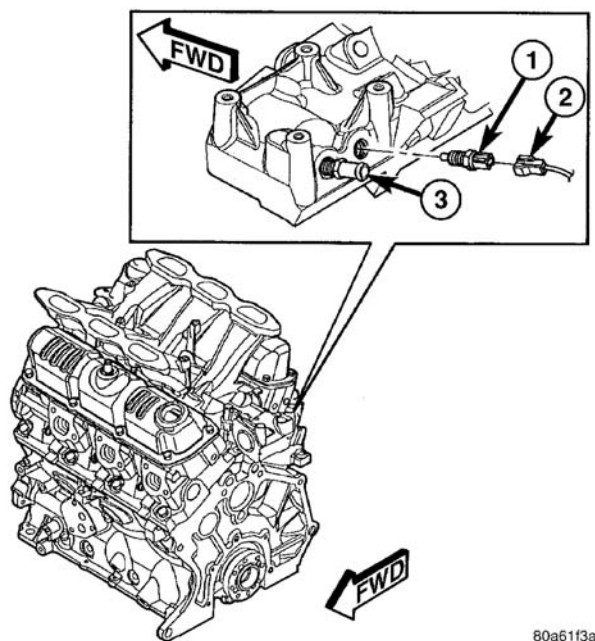

图 6 发动机冷却液温度传感器
发动机冷却液温度传感器上有螺纹，装在节温器附近进气歧管较低部位的冷却液通道内（图 6）。新传感器在螺纹上涂有密封剂。
- （4）断开冷却液传感器电器接头（图 6）。
- （5）卸下冷却液传感器（图 6）。
- （1）安装发动机冷却液温度传感器（图 6）。拧紧传感器至 7N • m（60in.lbs.）。
- （2）连接电接头到传感器上（图 6）。